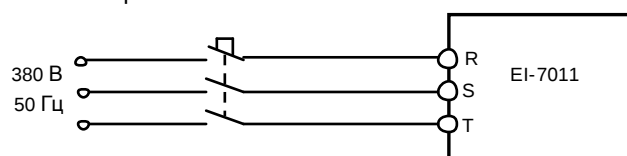

Рис. 4.16. Подключение ПЧ к сети 3ф 380В.
4.12.2. Подключить ПЧ к сети 3Ф ~380 В, как показано на рис. 4.16.